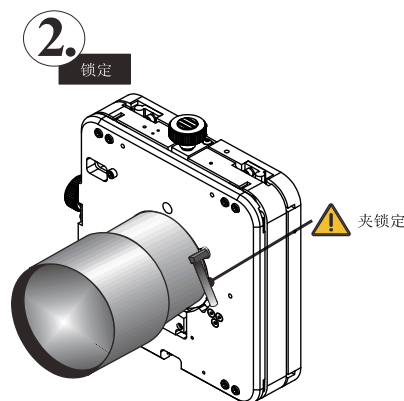

图 2-12 锁定镜头
4. 将镜头夹扳到 DOWN（向下）位置以锁定镜头总成。请参阅图 2-12。